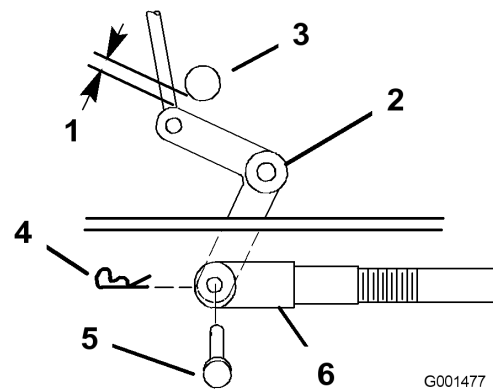
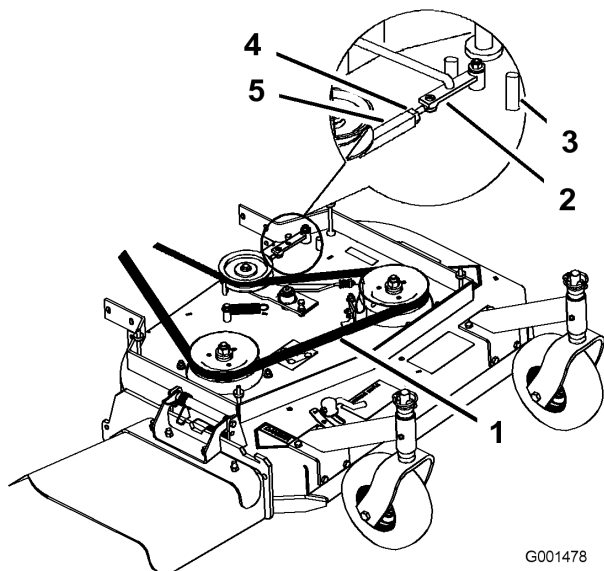

Figure 33
Figure 34
11. Tournez la chape dans le sens horaire sur la tige pour accroître l'écartement et dans le sens anti-horaire pour le réduire (Figure 33).
Remarque: Si le bras d'assistance ne touche pas la butée avant du plateau de coupe (Figure 34), réglez la chape de sorte à rapprocher le levier coudé de l'arbre de sortie de transmission (Figure 33).
9. Vérifiez l'écartement entre l'axe coudé et l'arbre de sortie de transmission (Figure 33).
3. Desserrez le contre écrou sur le tendeur (Figure 34).
4. Tournez le tendeur vers l'arrière du plateau de coupe pour augmenter la tension sur la courroie. Tournez le tendeur vers l'avant du plateau de coupe pour réduire la tension sur la courroie (Figure 34).